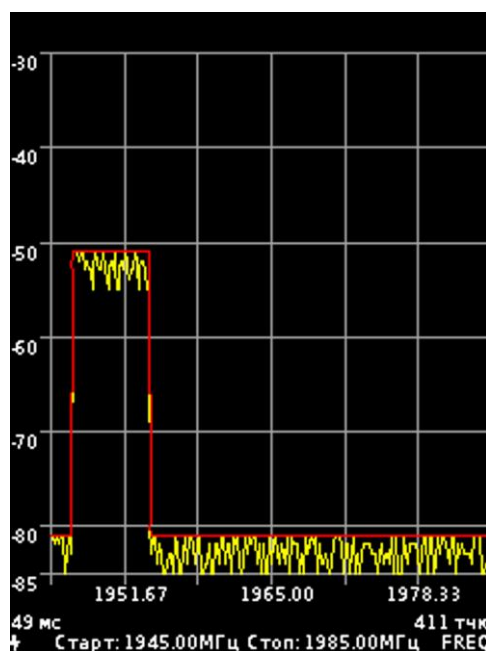

Рисунок 8.5.2 – Измерения в дополнительном режиме «Трасса Максимум»
8.5.2.1. В дополнительном режиме **«Трасса»** при выборе типа измерений **«Максимум»**, происходит отображение максимальных значений сигнала на экране и построение трассы красного цвета по точкам максимальных значений (Рисунок 8.5.2).